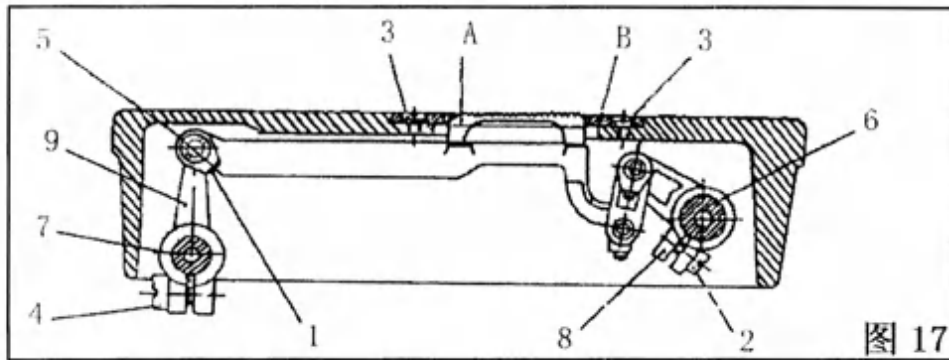

图 17
25、送布牙高度调整：(图 17)
26、送布牙倾角的调整：(图 17)